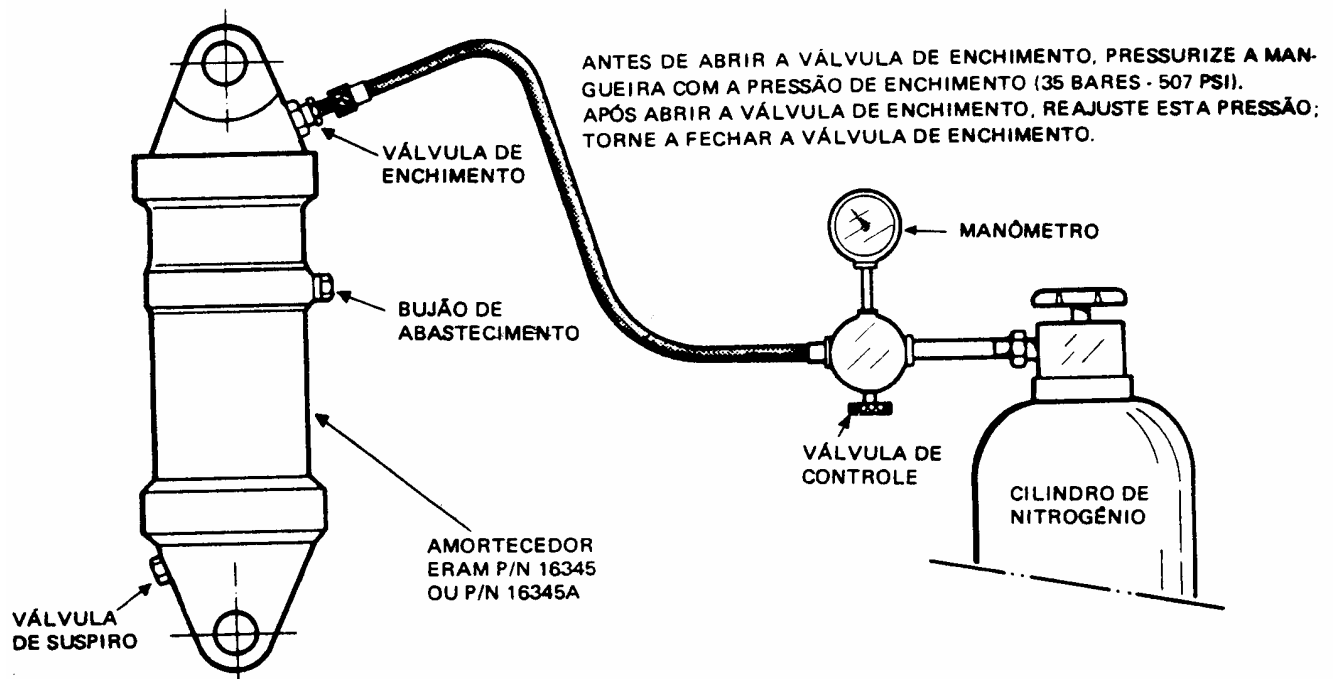

Figura 32-7 - Verificação da Estabilização da Pressão
32-11. VERIFICAÇÃO DA ESTABILIZAÇÃO DA PRESSÃO DE NITROGÊNIO (Figura 32-7).
- b. Conecte a mangueira flexível do cilindro de nitrogênio à válvula de enchimento (veja Figura 32-7).